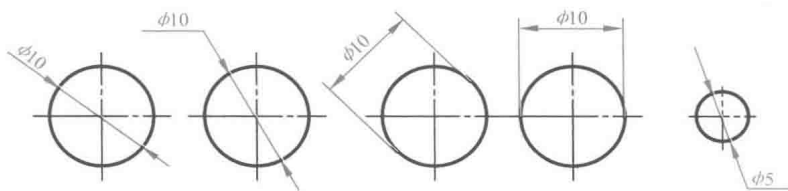

图 1-15 小圆尺寸的标注示例
5) 对于小圆尺寸,尺寸线和箭头可以由外指向内;可以由圆的轮廓引出尺寸界线;数字可以写在尺寸线上,也可以写在尺寸线的延长线上,如图 1-15 所示。